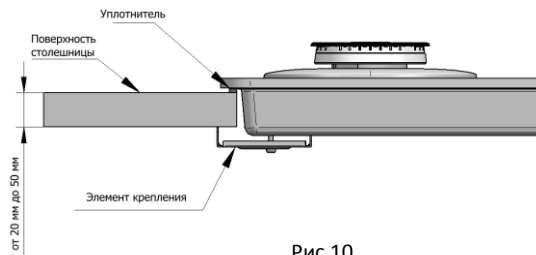

Рис.10
- Снимите полоску защитной бумаги с прокладки. Вставьте варочную поверхность в подготовленное отверстие в мебели и закрепите ее соответствующими крепежными винтами элемент креплений (см. рис. 10).